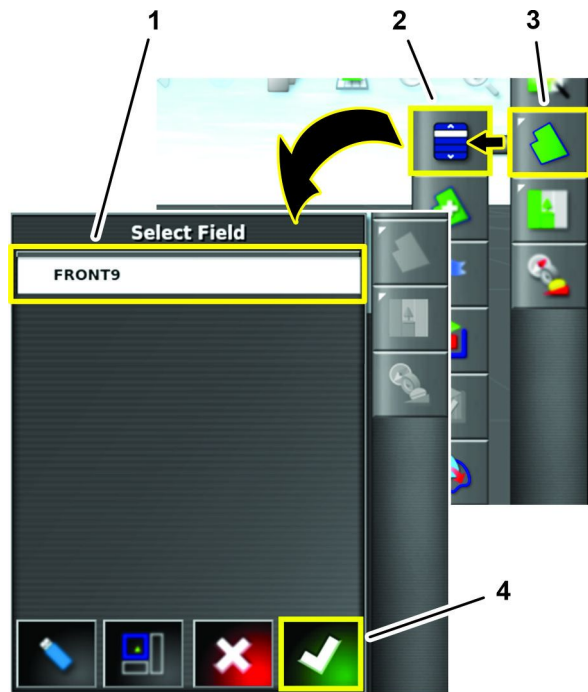

图 72
2. 按场地菜单图标和选择场地图标 图 72。
3. 按准备把 2 号机器的边界合并到其中的场地图标然后按“确认”图标 图 72。